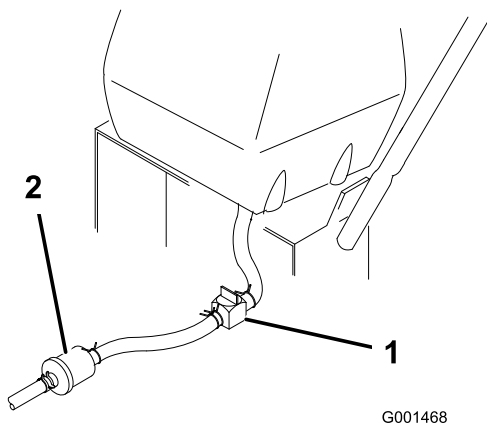

Figure 32
2. Fermez le robinet d'arrivée de carburant sur le réservoir (Figure 32).
3. Pincez les extrémités du collier de fixation et poussez le collier en haut de la conduite d'alimentation, à l'opposé du filtre à carburant (Figure 32).
4. Débranchez la conduite d'alimentation du filtre à carburant (Figure 32). Ouvrez le robinet d'arrivée de carburant et laissez l'essence s'écouler dans un bidon ou un bac de vidange.
3. Fermez le robinet d'arrivée de carburant sur le réservoir (Figure 32).
7. Ouvrez le robinet d'arrivée de carburant sur le réservoir (Figure 32).